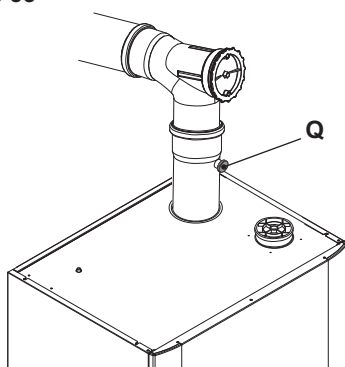
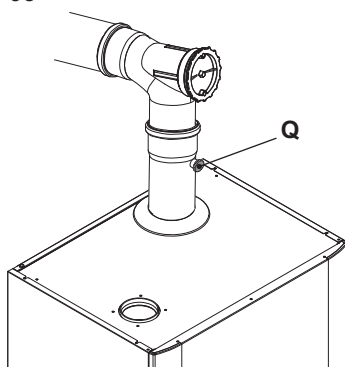

Fig. 6.4
Fig. 6.5
Para esta operación se puede usar la toma de humos (Q) situada en la evacuación de humos (Fig. 6.4) y Fig. 6.5 o desmontar el conducto de evacuación.